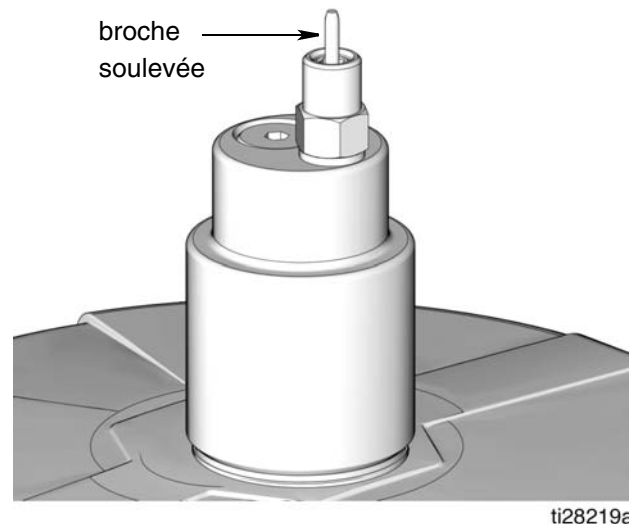

FIG. 23
2. Raccorder le tuyau d'alimentation (J) au branchement rapide (V).
3. Mettre en route la pompe de la station de remplissage à distance (F) et remplir le réservoir G3 (D) jusqu'à ce que la broche sur la vanne d'auto-remplissage se soulève, comme montré à la FIG. 23. La pression dans la pompe de remplissage (F) s'accumule et la pompe cale.